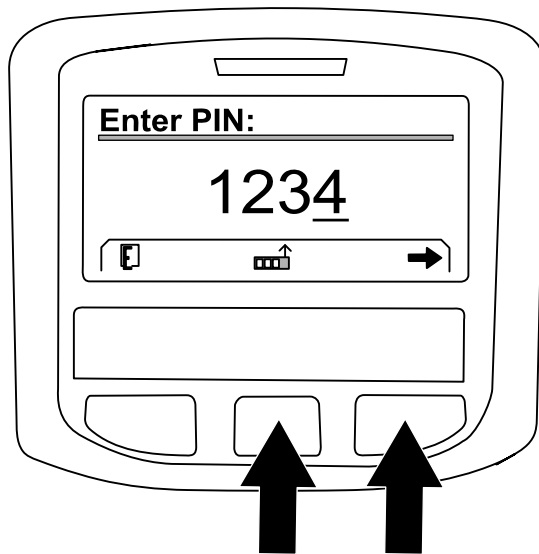
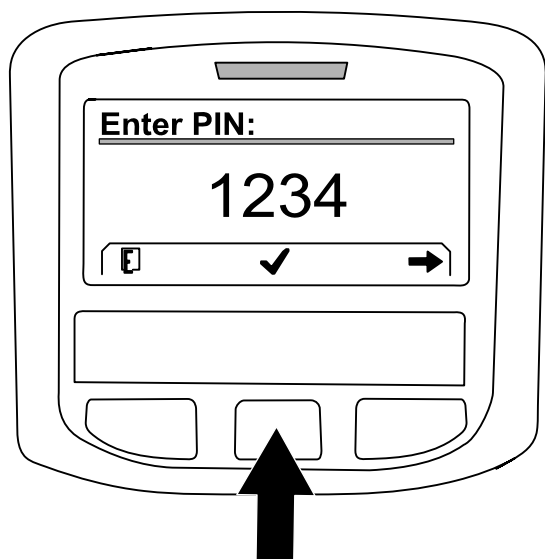

Figura 227
Figura 228
- A. Premete il pulsante centrale come opportuno per inserire il codice PIN per la posizione sinistra (Figura 227).
- B. Premete il pulsante destro per navigare alla posizione successiva del codice PIN (Figura 227).
- D. Una volta inserite tutte le cifre del codice PIN, premete il pulsante destro (Figura 227) e poi il pulsante centrale per inserire il codice PIN (Figura 228).